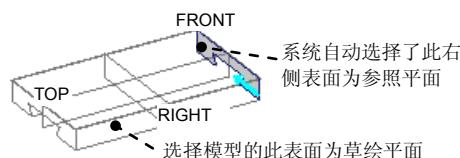

图 5.2.46 设置草绘平面
(1) 在绘图区中右击，从弹出的快捷菜单中选择  命令，系统弹出“草绘”对话框。
(2) 定义截面草图的放置属性。
① 设置草绘平面：选取图 5.2.46 所示的模型表面为草绘平面。
② 设置草绘视图方向：采用模型中默认的黄色箭头方向为草绘视图方向。
③ 对草绘平面进行定向。
a) 指定草绘平面的参照平面。选取草绘平面后，系统自动选择了图 5.2.46 所示的右侧表面为参照平面；为了使模型按照设计意图来摆放，单击图 5.2.47 所示“草绘”对话框中“参照”后面的文本框，选择图 5.2.48 所示的模型表面为参照平面。